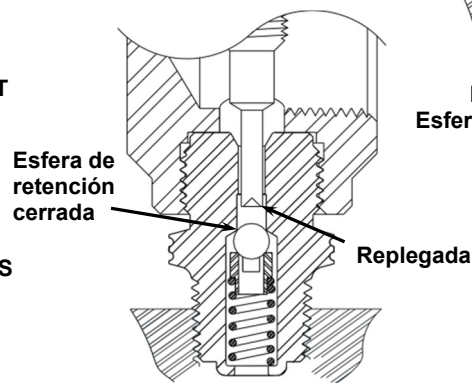

FIGURA 1
1. Antes de instalar la PRT, repliegue el brazo hasta que ajuste al interior de la estructura. (Ver Figura 1.)